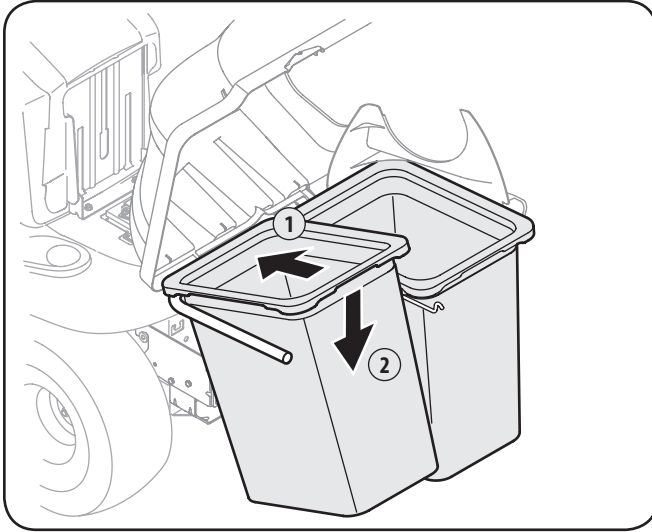

Figure 4-18
8. Installez les deux assemblages de sacs avec les côtés du grillage serrés faisant face vers l'avant, sur les supports de fixation des sacs en insérant d'abord le bord avant, comme illustré à la Figure 4-18 et en déposant le bord arrière jusqu'à ce qu'il s'insère dans l'assemblage.